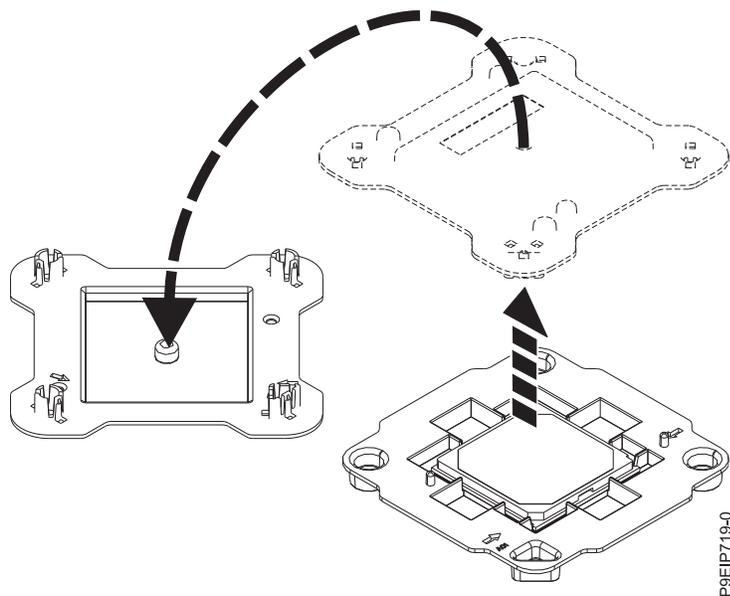

図 83. システム・プロセッサ・モジュールのパッケージを開く
2. 新しいシステム・プロセッサ・モジュールのパッケージを開き、カバーを上下逆にしてトレイの隣に置きます (図 83 を参照)。カバーは、再取り付けするシステム・プロセッサ・モジュールに使用されます。